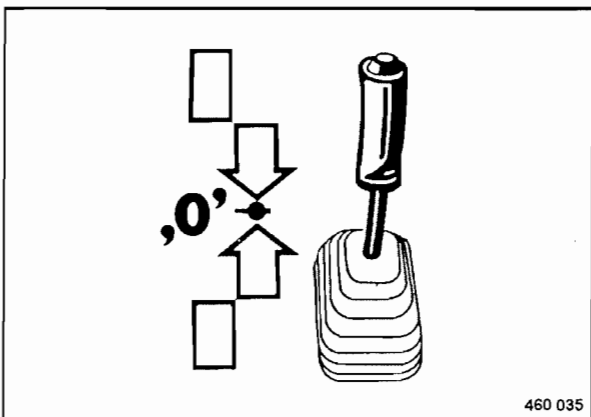

Fig. 61
- Colocar la palanca de marcha (Fig. 61) lentamente en posición "0". La máquina se para hidrostáticamente de forma automática.